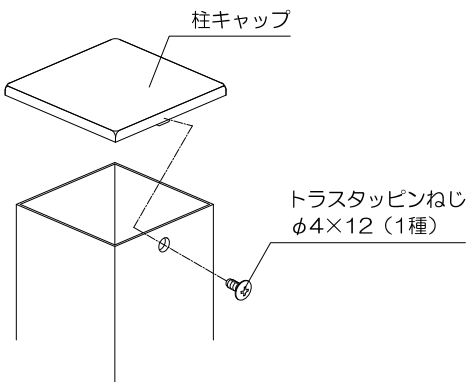
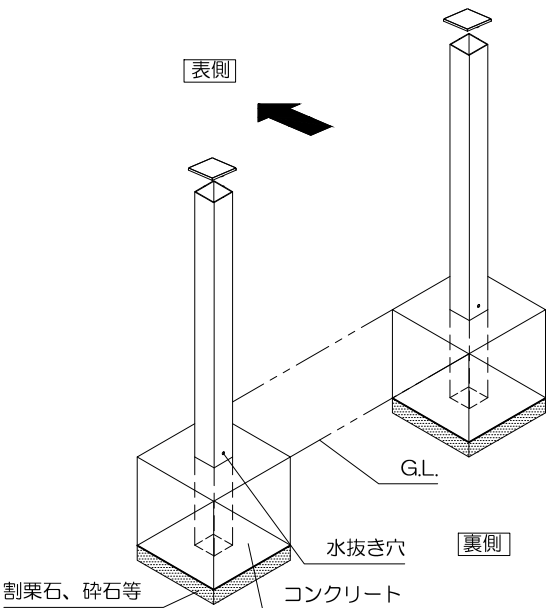

図2.キャップの取付
図3. 柱の取付
- （2）柱上部に柱キャップを取付け（図2）、柱の間隔・垂直・水平の確認・調整を行い、コンクリートで固定してください（図3）。